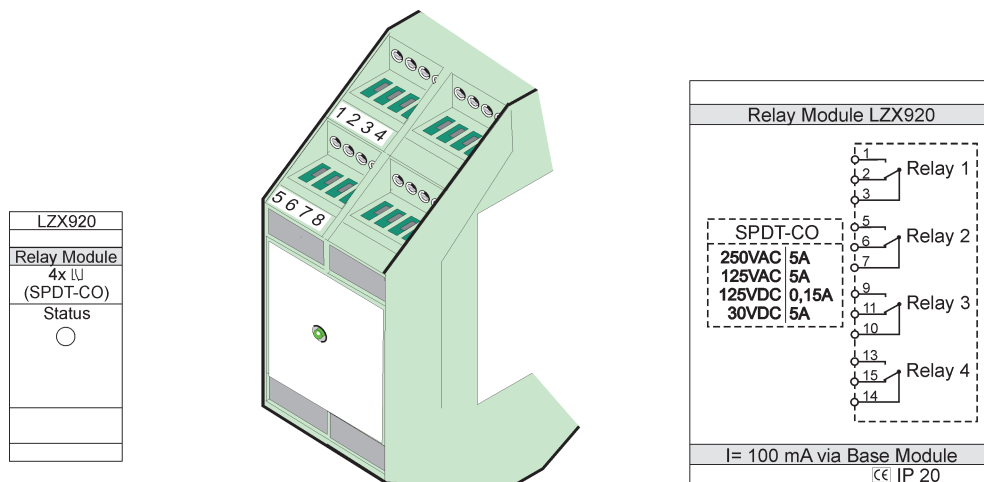

図 77 外部接点出力 モジュール
3. 図 77 と表 50 に示すとおり、適切に接続します。